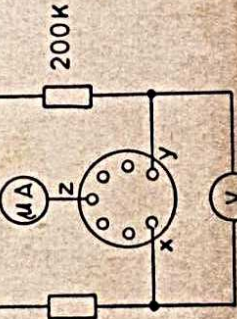

Fig. 1
- Mikroamperemeter mit Nullpunkt in der Mitte an Buchsen X-Y und Z gemäß Fig. 1 anschließen.
- Generator 10,7 MHz unmoduliert, Ausgangskabel abgeschlossen, über 1000 pF an Punkt (T) (siehe Schema) und Masse legen. C 205 so weit verstimmen, bis Rauschspannung am Voltmeter X-Y verschwindet. (Empfänger dazu auf ca. 92 MHz stellen).